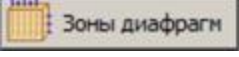

Рис. 3.41. Разрез диафрагмы ДЖ_1
- ▶ В служебном окне **Виды** выполните двойной щелчок по строке **Армирование диафрагмы ДЖ_1** в разделе **Разрезы**. В новой закладке откроется разрез диафрагмы (рис. 3.41).